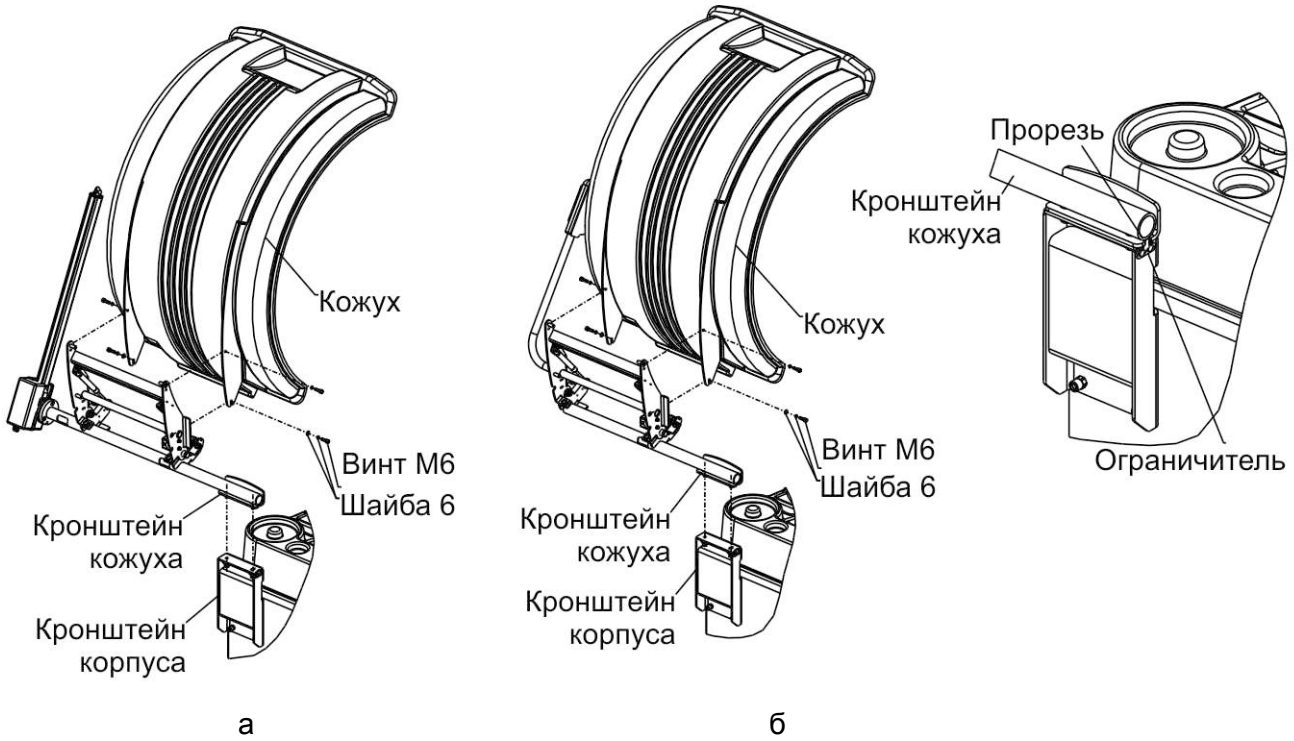

Рисунок 4.4
4.2.4 Кронштейн кожуха (со второй линейкой или без - в зависимости от комплектации станка, рисунок 4.4 а или 4.4 б) установить на кронштейн корпуса и зафиксировать гайками М8 с шайбами. При этом ограничитель необходимо совместить с прорезью, в кронштейне кожуха.